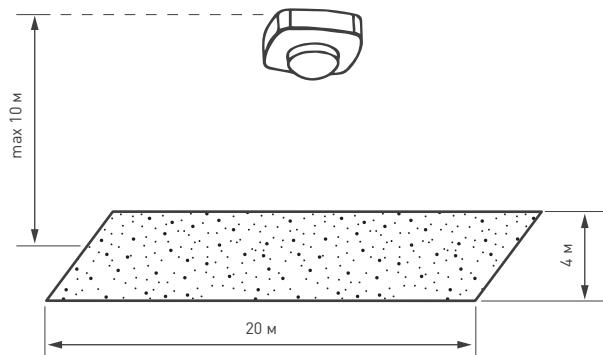
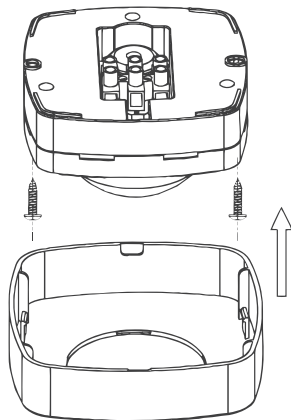
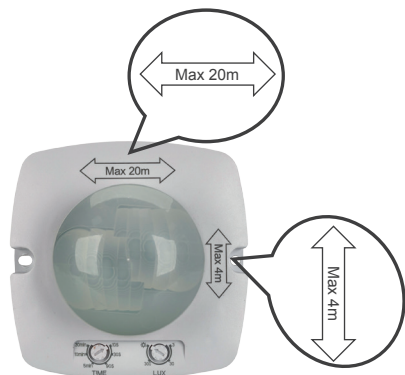

Рис. 3. Высота установка и площадь детекции
Рис. 1. Монтаж устройства
Рис. 4. Направление расстояний зон детекции по двум осям
- 3.2. Снимите лицевую панель датчика движения, аккуратно поддев ее плоской отверткой (см. Рис. 1).
- 3.4. Осуществите крепление датчика к поверхности шурупами (см. Рис. 1), соблюдая направления на обратной стороне датчика (см. Рис. 4) для получения желаемой зоны детекции (см. Рис. 3).